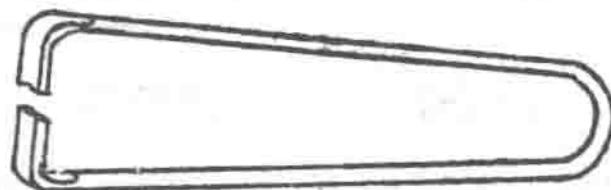

图 1-5 起针钳
**起针钳 (图 1-5):** 可以用钢丝弯成，两头打扁锉平。夹紧时两端刃口必须严格对齐。